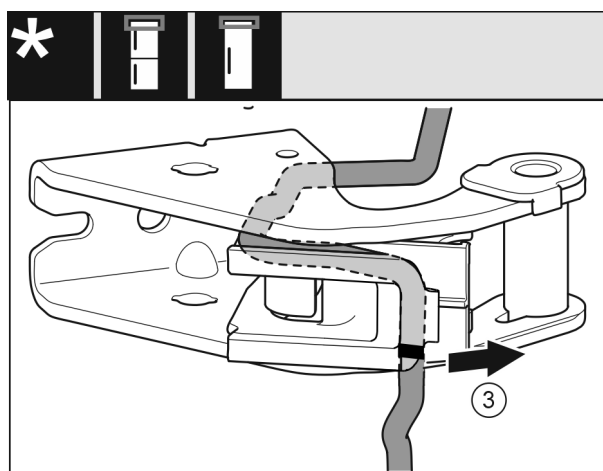

Fig. 29
- ▶ Odmontujte kabel s držákem kabelu Fig. 29 (3) ze stojanu ložiska.